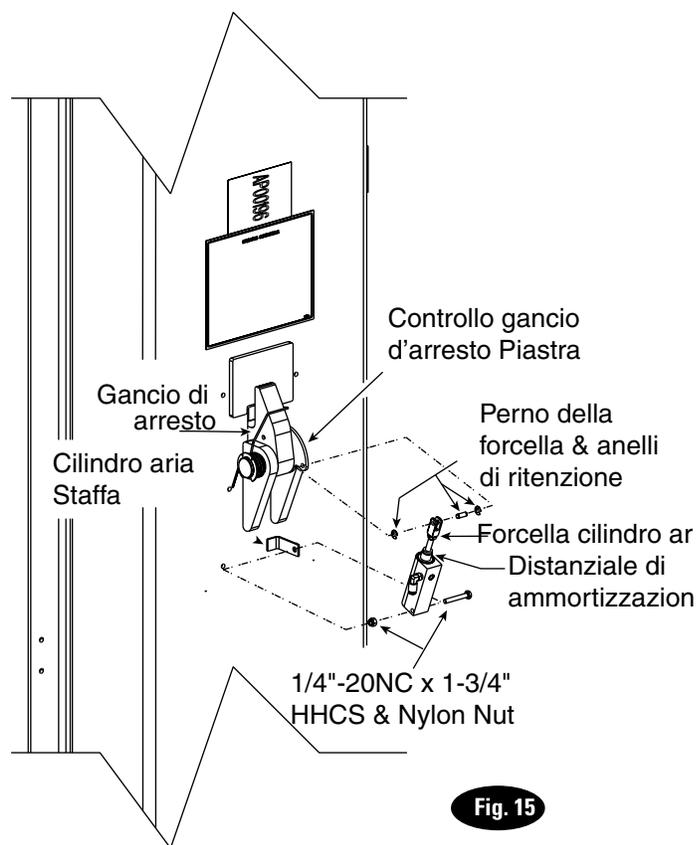

Fig. 15
- A) Per installare il cilindro, lasciare dapprima scorrere il distanziale di ammortizzazione sopra l'asta tenendo questa in posizione retratta, fig. 15.
- E) Fissare la forcella del cilindro dell'aria in modo che la piastra di comando si agganci con i perni della forcella e con gli anelli di ritenzione, fig. 15. Fissare il fondo del cilindro dell'aria alla rispettiva staffa con una vite cilindrica a testa esagonale da 1/4" x 1-3/4" e un dado in nylon, fig. 15. Ripetere la procedura per l'altro gancio di arresto.